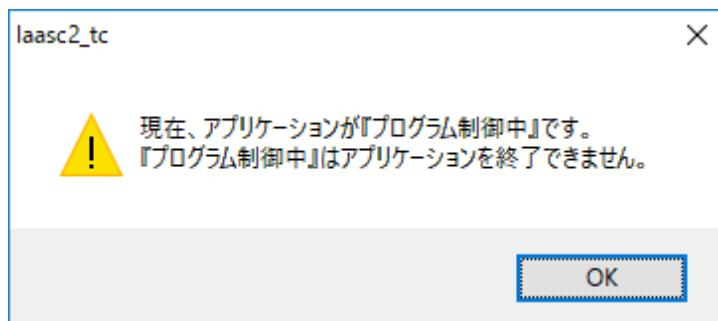

図 3-11 プログラム制御実行中の終了時ダイアログ
- ①プログラム制御実行中の場合、ダイアログが表示されます。(図 3-11)